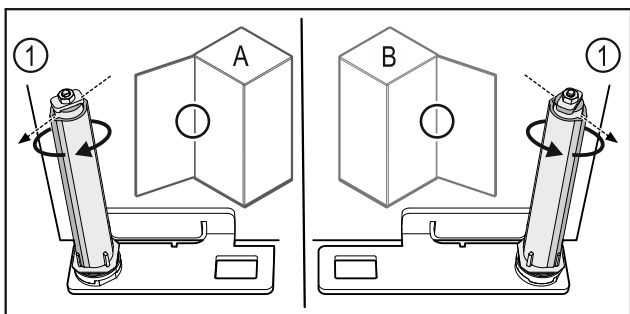

Fig. 61 Feste på venstre side (A) / feste på høyre side (B)
- ▶ Drei lukkesystemet mot motstanden til rillen på lukkesystemet Fig. 61 (1) peker utover.